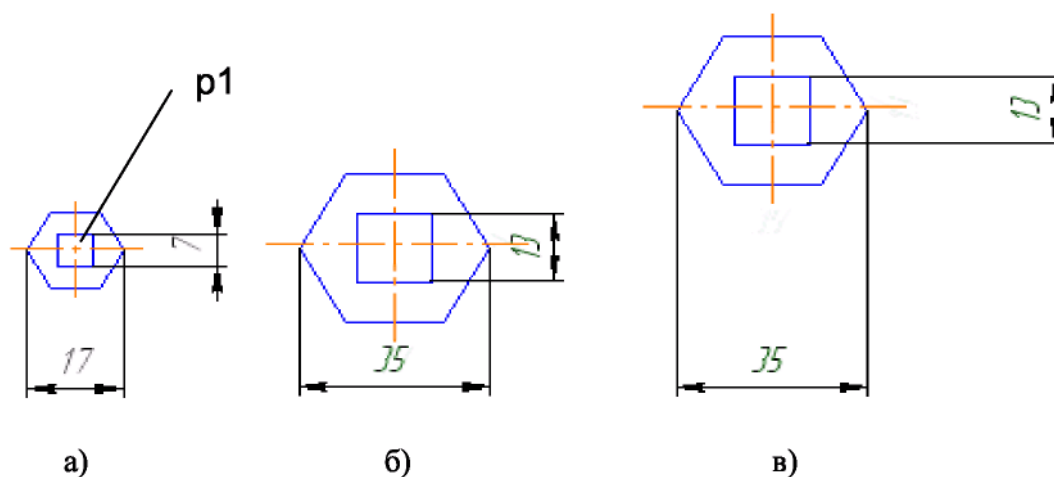

Рис. 4.7. - Примеры масштабирования объектов
Если среди выделенных объектов имеются размеры, то их номинальные значения будут откорректированы в соответствии с масштабным коэффициентом. Для управления выносными линиями размеров в **Панели свойств** имеются переключатели:  - **Не масштабировать** и  - **Масштабировать**. Работа переключателей проиллюстрирована на рис. 4.7а, б, в. На рис. 4.7а показано исходное изображение фрагмента, на рис. 4.7 б - масштабирование при включенном переключателе  и на рис. 4.7 в - масштабирование при включенном переключателе . Одни и те же выделенные объекты могут быть масштабированы несколько раз за одно обращение к команде.
- 3) после задания в Панели свойств масштабного коэффициента, необходимо указать точку, относительно которой будет происходить масштабирование. Такая точка на рис. 4.7 а обозначена - точка **p1**;